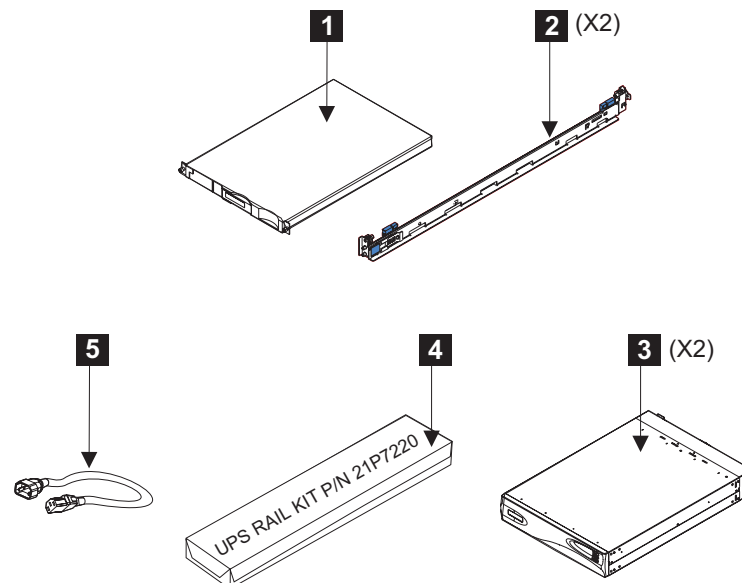

図 14. ラックに取り付ける品目
1. 図 14 に示すものについて、パーツと数量をすべて確認します。欠落がある場合は、IBM 担当員に連絡してください。